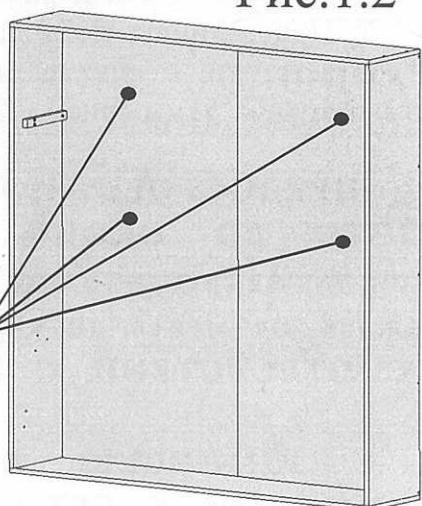

Рис.1.3
**СОБЛЮДАТЬ ВСЕ МЕРЫ ПРЕДОСТОРОЖНОСТИ ОТ СЛУЧАЙНОГО ПАДЕНИЯ, ВПЛОТЬ ДО ОКОНЧАТЕЛЬНОГО ЗАКРЕПЛЕНИЯ.** Разметить отверстия для закрепления короба к стене комнаты в стенках задних поз.45 (в каждой не менее двух точек выше середины). КООРДИНАТЫ ТОЧЕК В СООТВЕТСТВИИ С РИС.28 или рис.1.3 и 1.4.